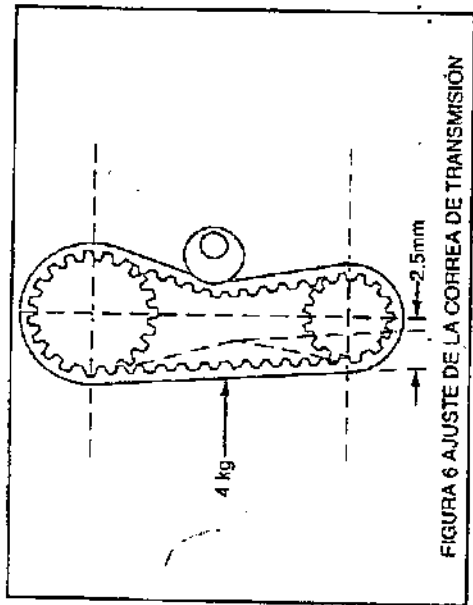

FIGURA 6 AJUSTE DE LA CORREA DE TRANSMISION
**TENSADO DE LA CORREA DE TRANSMISIÓN (ver figura 6)**